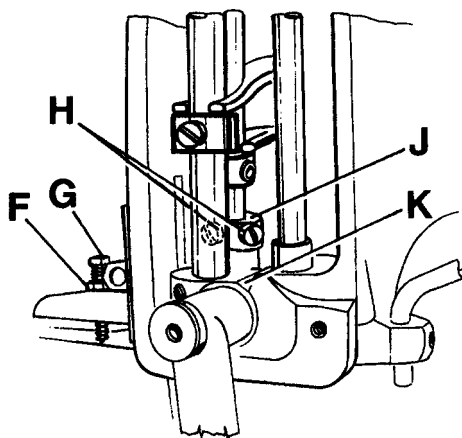
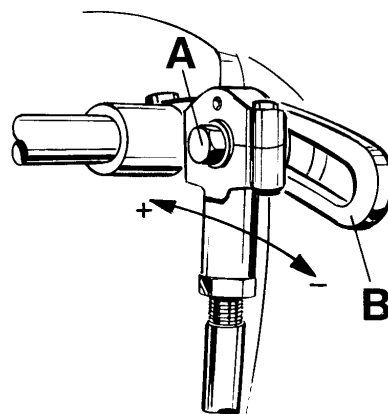

Fig. 19
Fig. 20
For setting the small gap between the feed dogs loosen nut (F, Fig. 19). Turning in screw (G) increases the gap, turning it out decreases the gap. Retighten nut (F). For matching the upper feed dog travel with the lower feed dog travel loosen screw (A, Fig. 20). Moving the ball link in the slot of rocker lever (B) to the front decreases the upper feed dog travel, moving it to the rear increases the travel. Retighten screw (A).
Zum Einstellen des Luftspalts zwischen den Transporteuren lösen Sie die Mutter (F, Fig. 19). Eindrehen der Schraube (G) vergrößert den Luftspalt, Herausdrehen verkleinert ihn. Ziehen Sie die Mutter (F) wieder an.
Zum Angleichen des Obertransportwegs an den Weg des unteren Transporteurs lösen Sie die Schraube (A, Fig. 20). Verschieben des Kugelgelenks im Kulissenhebel (B) nach vorne verkleinert den Obertransportweg, Verschieben nach hinten vergrößert ihn. Ziehen Sie die Schraube (A) wieder an.
For adjustment loosen the two screws (H, Fig. 19) and raise the supporting yoke (J) when the upper feed dog should lift more, or lower it when it should lift less. Retighten screws (H).
Zum Einstellen lösen Sie die beiden Schrauben (H, Fig. 19) und stellen das Stützlager (J) höher, wenn der Obertransporteur mehr oder tiefer, wenn er weniger abheben soll. Ziehen Sie die Schrauben (H) wieder an.